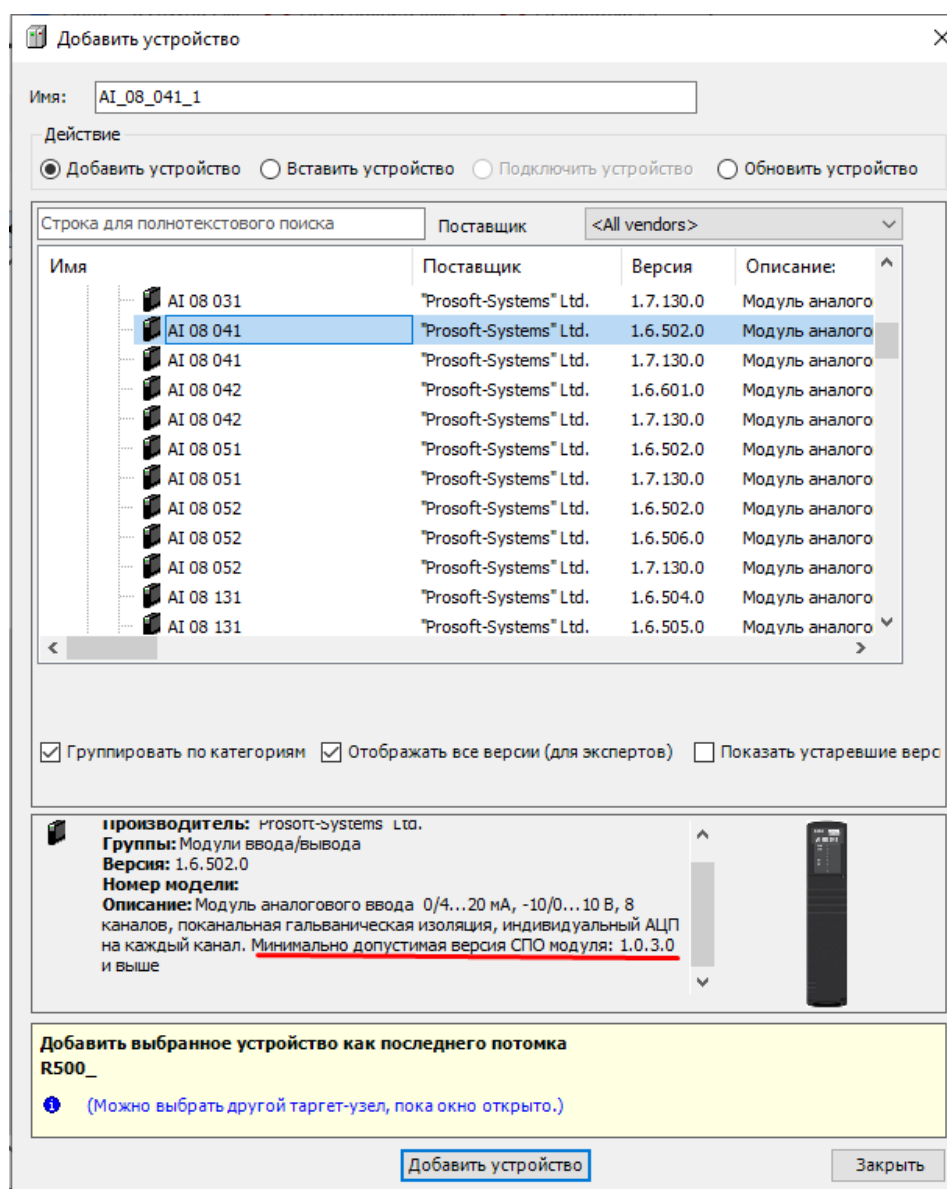

Рисунок 266 – Список всех поддерживаемых версий СПО модуля
- выполните обновление устройства: поместите курсор на название модуля в дереве устройств, правой кнопкой мыши вызовите контекстное меню, выберите пункт **Обновить устройство...** Откроется окно **Обновить устройство**, где установите флажки в поле **Отображать все версии (для экспертов)**. В списке модулей будут отображены все модули всех версий, которые поддерживаются в системе (Рисунок 266);